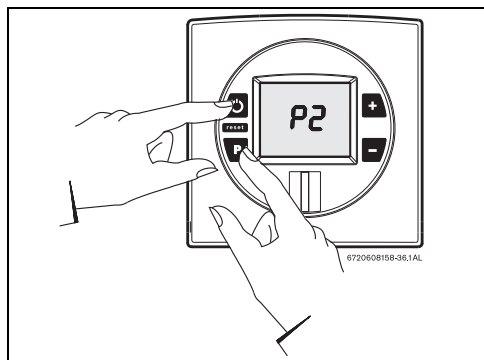

Fig. 52
- Mantener pulsada la tecla de programas y pulsar el interruptor principal ON/OFF para conectar el aparato (consultar la Fig. 52).